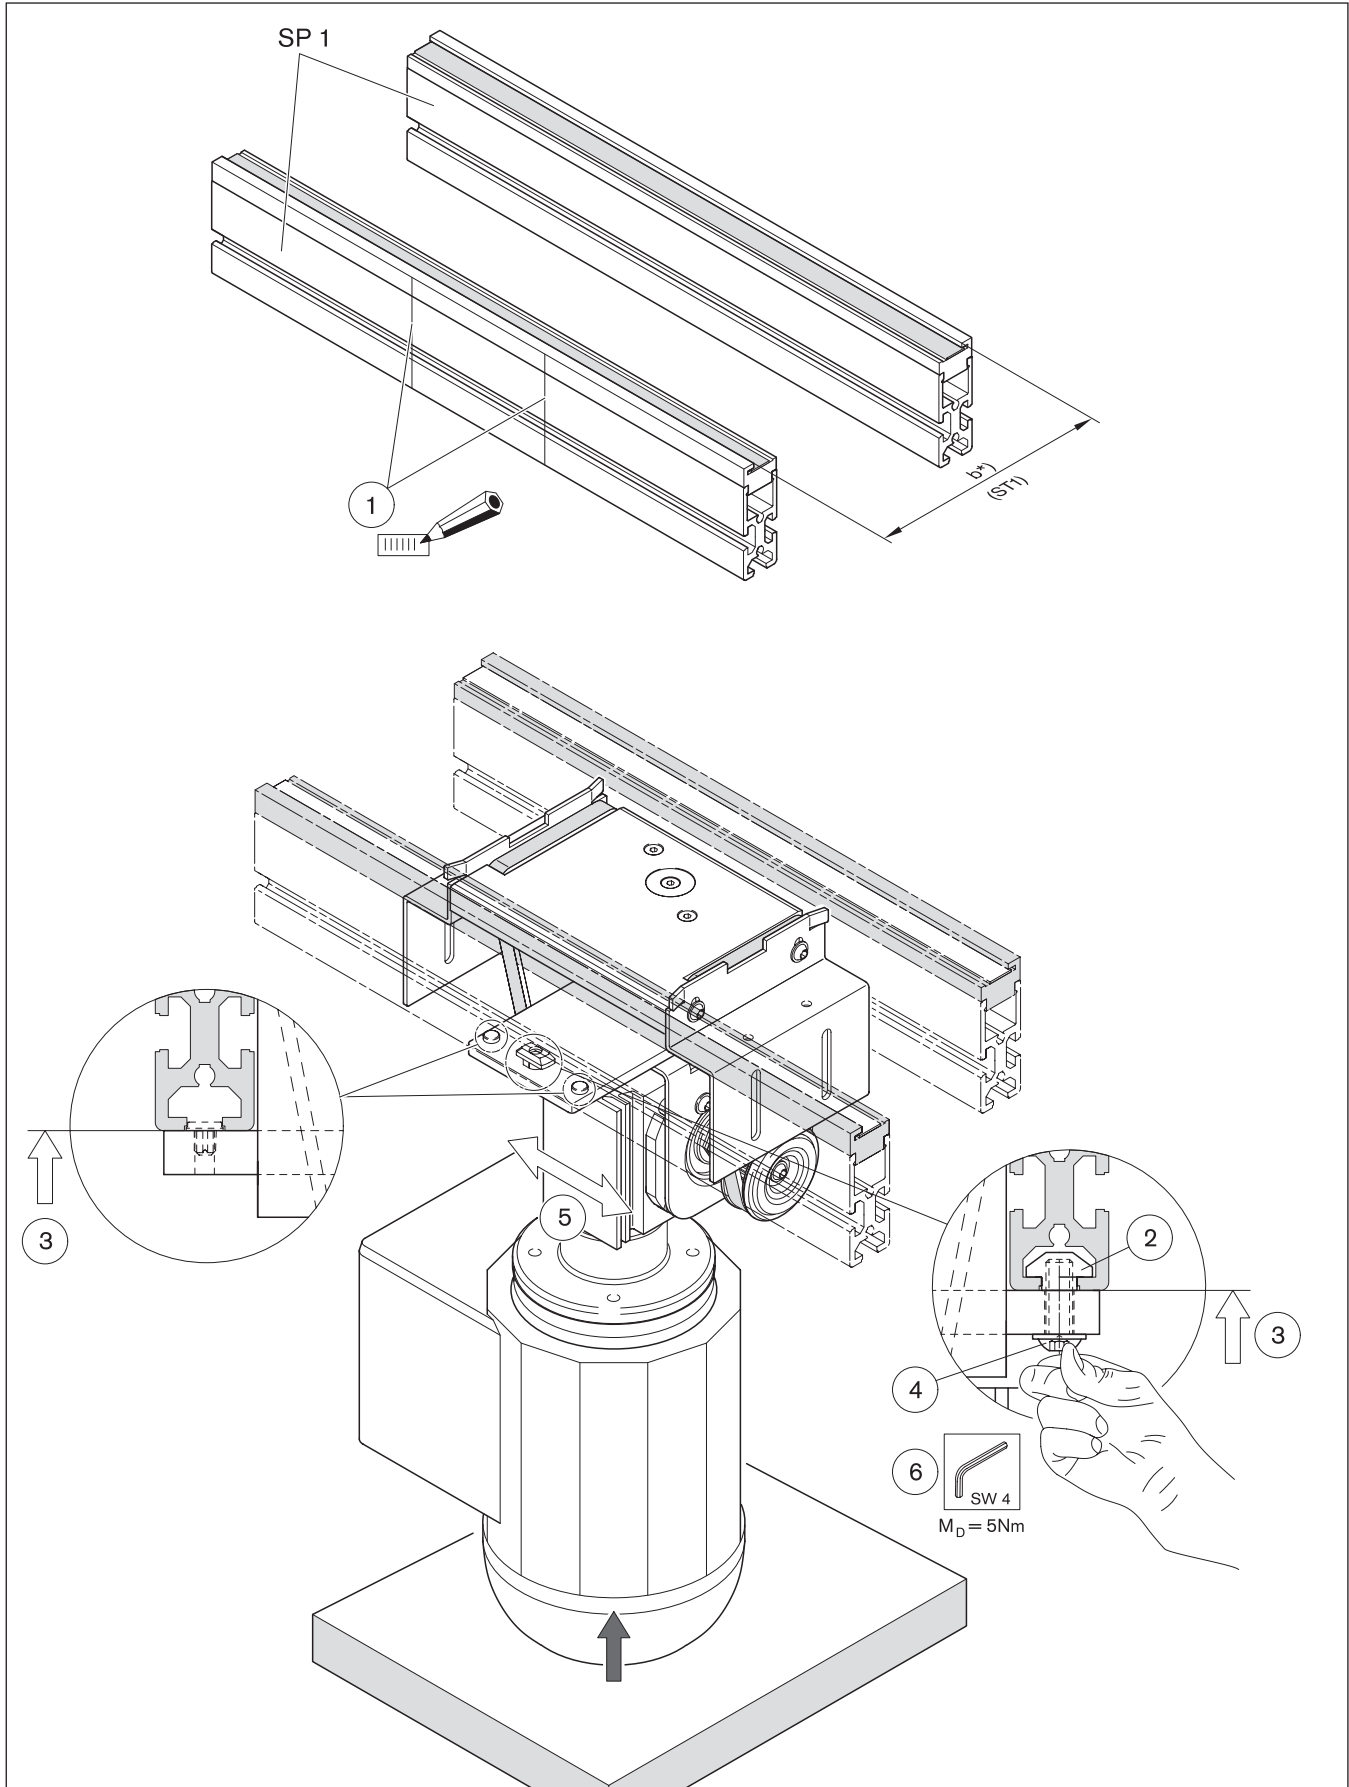

图 4
6.8 HQ 1/U 安装在 ST 1 输送段上 (图 4)